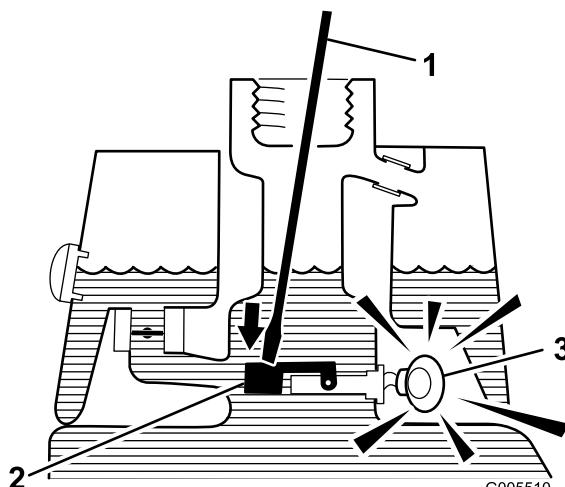

Figura 31
- Introduzca una varilla o un destornillador limpio en el cuello del depósito y empuje hacia abajo, con cuidado, el flotador del interruptor (Figura 31). Después de la demora de un segundo, debe sonar la alarma.